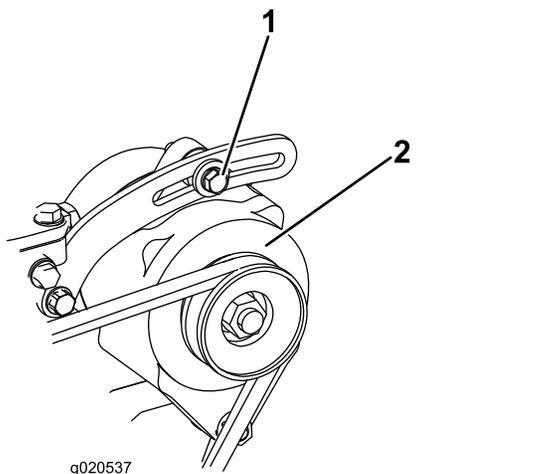

Figura 52
Controllate lo stato e la tensione delle cinghie (Figura 52) ogni 100 ore di servizio.
2. Se l'inflessione non è di 10 mm, allentate i bulloni di fissaggio dell'alternatore (Figura 52). Aumentate o riducete la tensione della cinghia dell'alternatore e serrate i bulloni. Controllate di nuovo l'inflessione della cinghia per accertare che sia esatta.